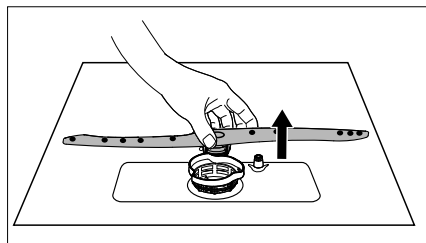

Fig. 22
- ▶ Rimuovere l'irroratore (1) all'interno dell'apparecchio per pulirlo. A tale scopo sollevarlo leggermente ed estrarlo (vedere la **fig. 22**).